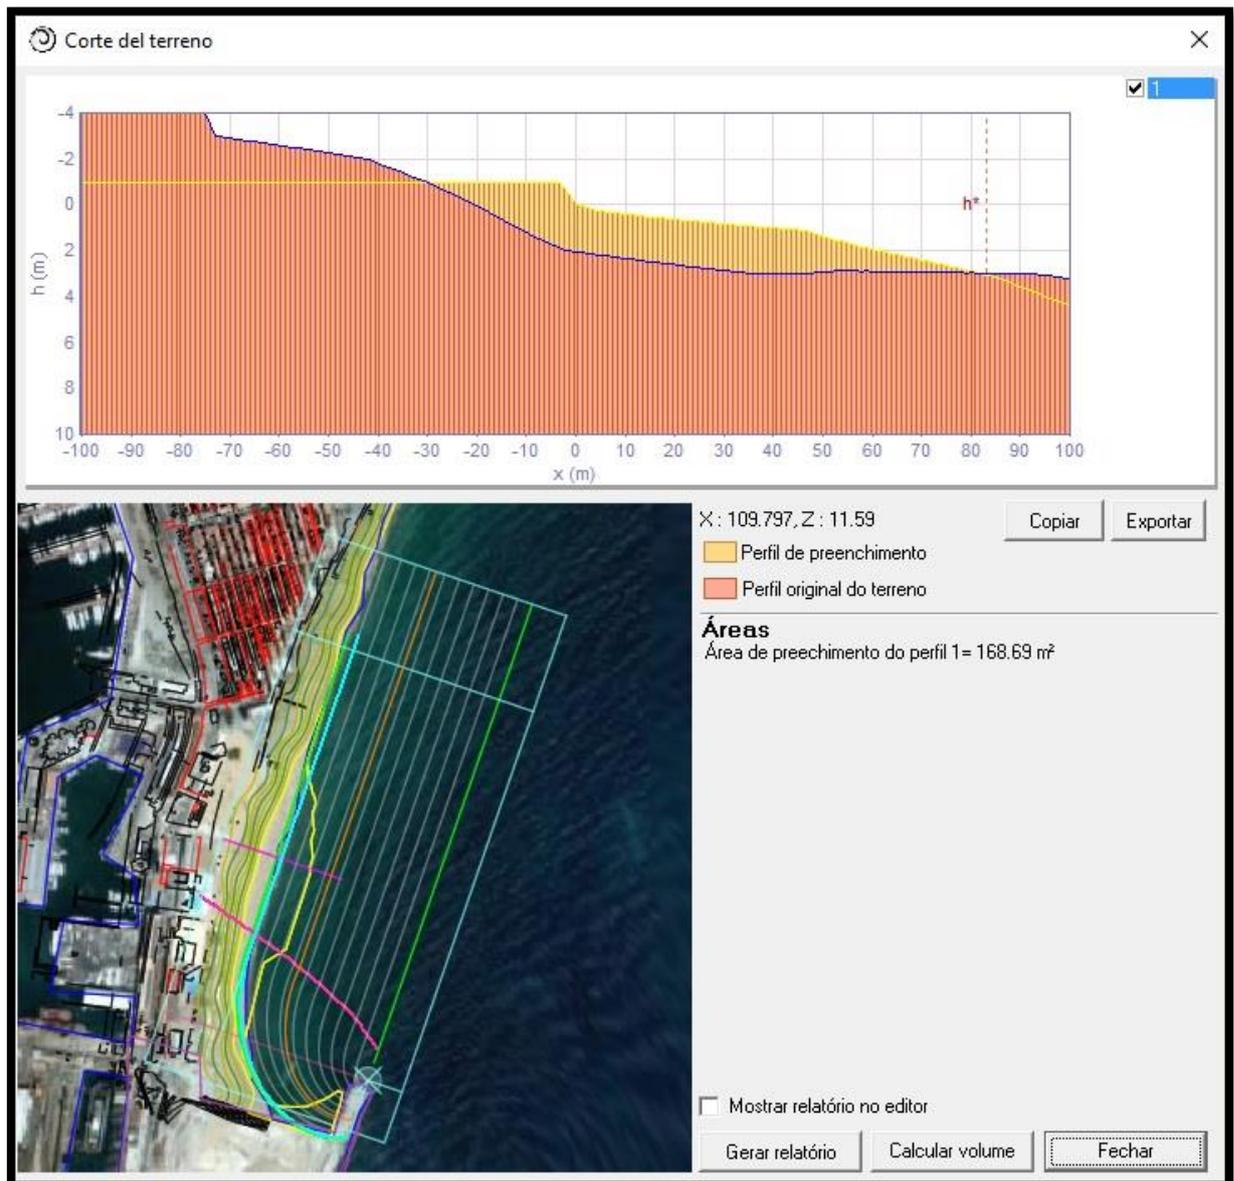

Figura 7 – Perfil original e o perfil do preenchimento da nova praia.
- 16)** Em seguida será editado o perfil transversal (linha roxa na interface gráfica). No “Editor de praia em equilíbrio”, na subaba “Perfil de equilíbrio”, ir em "Cortes transversais" e clicar em “Ver cortes com o terreno”, onde será mostrado graficamente o perfil original e o perfil de preenchimento da nova praia (Figura 7). Caso o usuário desejar, pode mudar o perfil de tamanho, posição ou adicionar mais perfis com a opção “Adicionar” e observar os resultados;